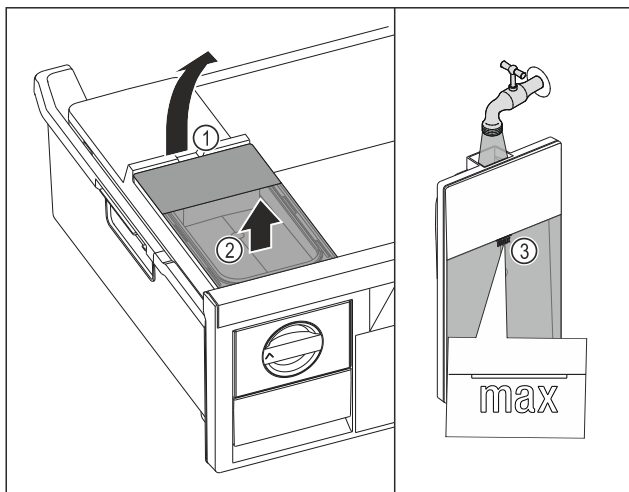

Fig. 76
- Soulever le réservoir d'eau par l'encoche Fig. 76 (1).
- Retirer le réservoir d'eau par le haut. Fig. 76 (2)
- Remplir le réservoir d'eau potable jusqu'au repère Fig. 76 (3).